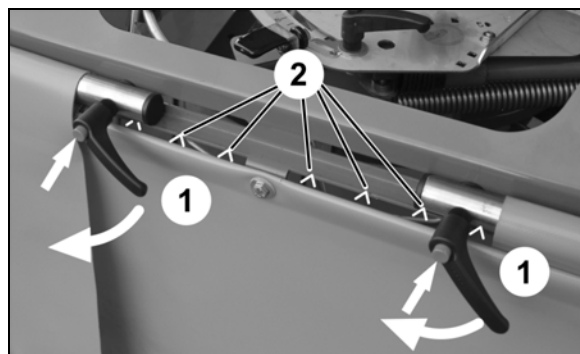

Fig. 24
2. Desserrer le levier de réglage (Fig. 24/1) de chaque côté.
3. Régler les toiles de délimitation sur la largeur de travail souhaitée en s'aidant des repères (Fig. 24/2).